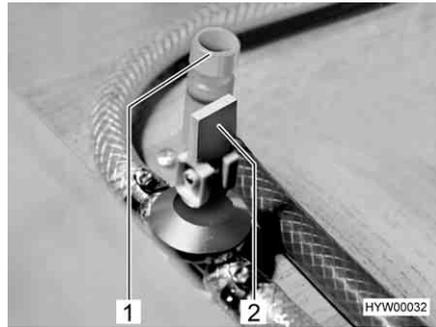

Bild 137 Ablasshähne für Truma Boiler
- Alle Ablasshähne für den Boiler schließen. Dazu den Kipphebel (Bild 137,2) waagrecht stellen bzw. die Kappe (Bild 137,1) im Uhrzeigersinn drehen.
- Alle Ablasshähne für den Boiler öffnen. Dazu den Kipphebel (Bild 137,2) senkrecht stellen bzw. die Kappe (Bild 137,1) entgegen dem Uhrzeigersinn drehen.